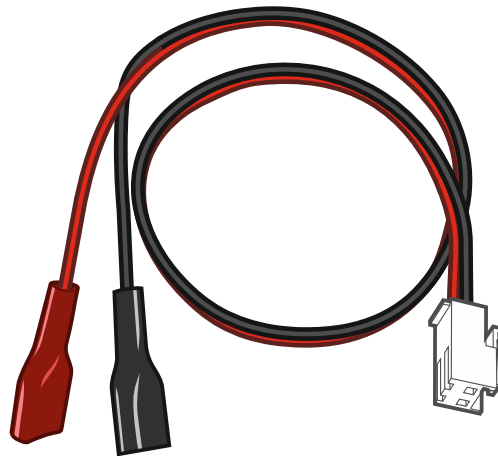

Abb. 3. Leiter zum Anschluss des Akkumulators (rot +, schwarz -).
- ② RESET-Pins zur Inbetriebnahme der Zentrale in Notfällen (siehe: „Notstart der Zentrale“ S. 30).
- ③ RS-232-Schnittstelle (TTL).
- ④ Schnittstelle zum Anschluss der Leitungen an den Akkumulator. Die Leitungen sind im Lieferumfang enthalten (Abb. 3).
- ⑤ Kabel, das mit einem Stecker zum Anschluss der Antenne beendet ist. Wenn die Zentrale in einem Kunststoffgehäuse montiert ist, können Sie eine Antenne zur Montage im Gehäuse verwenden (diese Antenne wird mit der Zentrale geliefert). Wenn die Zentrale in einem Metallgehäuse montiert ist, verwenden Sie eine Antenne zur Montage auf dem Gehäuse oder zur Montage in einer gewissen Entfernung vom Gehäuse.
- ⑥ LED SIM1. Leuchtet, wenn die im Steckplatz SIM 1 montierte Karte aktiv ist.
- ⑦ LED SIM2. Leuchtet, wenn die im Steckplatz SIM 2 montierte Karte aktiv ist.
- ⑧ Steckplatz SIM1 zur Montage der ersten SIM-Karte.
- ⑨ Steckplatz SIM2 zur Montage der zweiten SIM-Karte.
- ⑩ Kommunikationsanschluss zum Anbinden des Moduls PERFECTA-RF.
- ⑪ Mini-Klinkenbuchse zum Anschluss des Mikrofons.